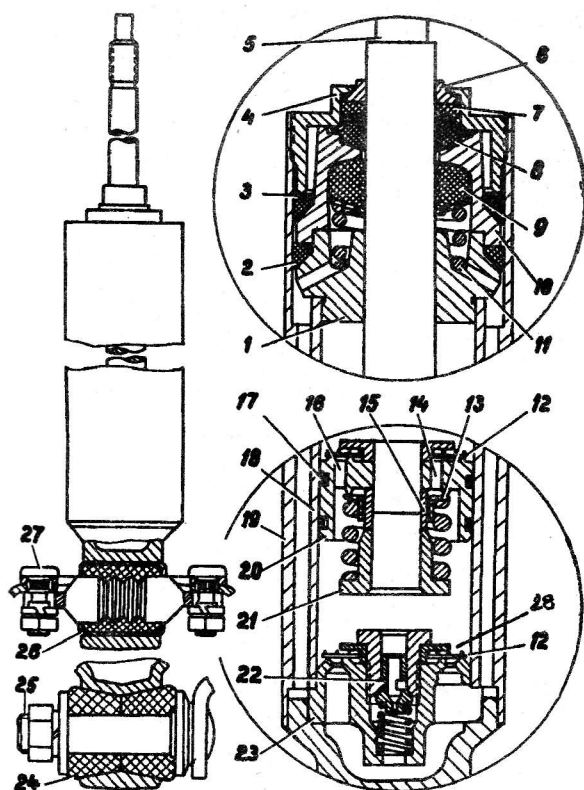
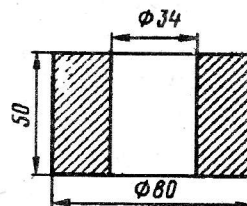

Рис. 174. Амортизатор:
Рис. 175. Кольцо для снятия втулки
Передние и задние телескопические амортизаторы микроавтобуса одинаковы по конструкции и имеют много общих деталей (рис. 174).
3. Отвернуть гайку 4 (см. рис. 174).
8. Алюминиевым кольцом (рис. 175), надетым на цилиндр, сбить направляющую втулку 1 (см. рис. 174) с цилиндра 18.
**Уплотнительное резиновое кольцо 2** (см. рис. 174) заменяется, если оно повреждено при разборке, а также в случае, когда кольцо сильно деформировалось и дало усадку.
5. Собрать клапан сжатия. Перепускной клапан 12 (см. рис. 174) при этом установить к кольцевым выступам корпуса клапана неработавшей стороной. Если амортизатор перебирался неоднократно и детали притирались, то установить новый клапан. Запрессовать корпус 23 клапана в цилиндр.
б) износ резинового сальника штока;	Заменить сальники. При замене сальника 16 штока (см. рис. 174) надпись НИЗ должна быть обращена к поршню